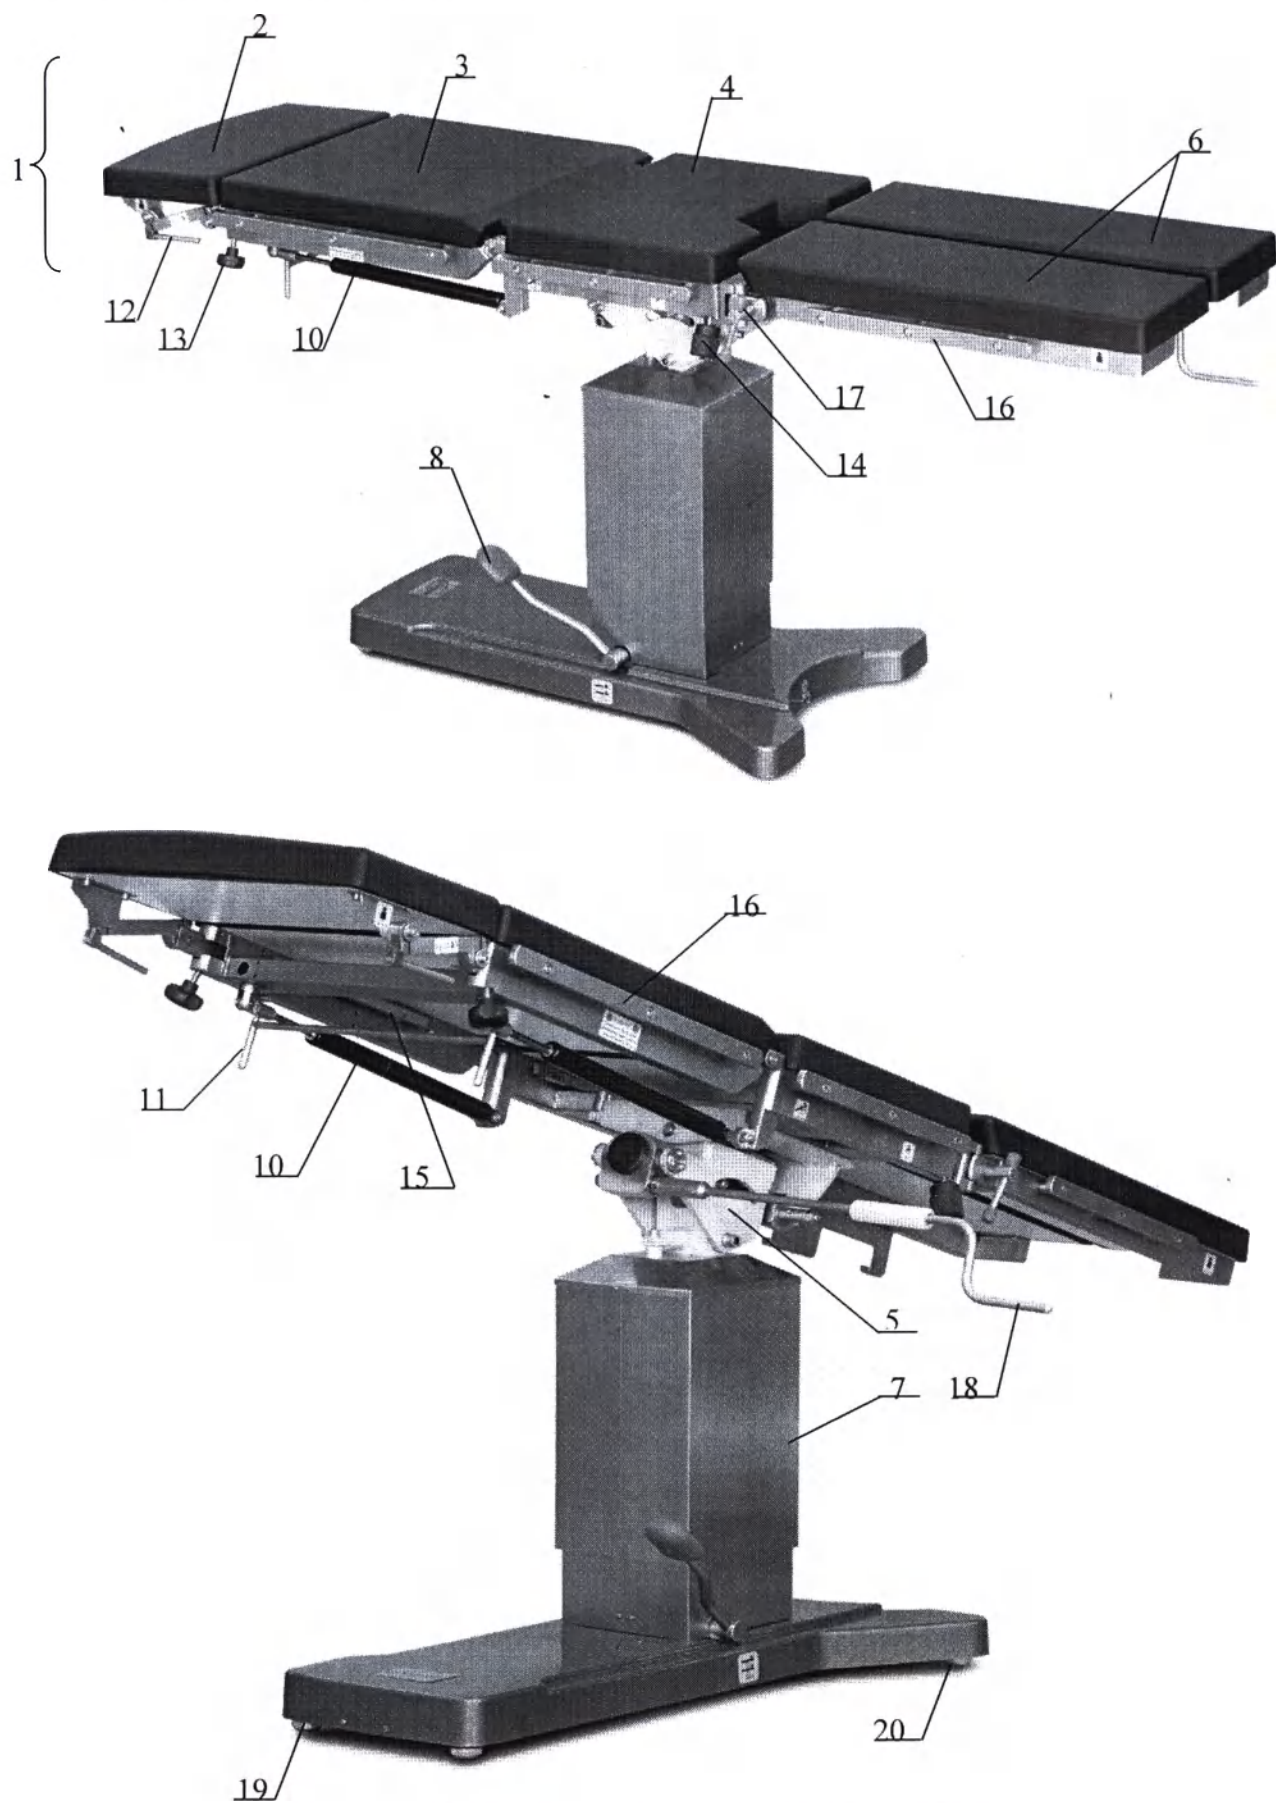

Рисунок 1. Стол общехирургический ОК-ГАММА.
В конструкции стола используются газовые пружины 10 (Рисунок 1). ЗАПРЕЩАЕТСЯ разбирать, нагревать и подвергать корпуса пружин механическим воздействиям (ударам).
ВНИМАНИЕ! Операционный стол имеет значительный вес. При переносе стола для уменьшения его веса снимите головную 1 и ножные секции 4 (Рисунок 1).
6.2 Панель стола состоит из секций: головной 2, спинной 3, центральной (тазобедренной) 4 и ножной 6 (Рисунок 1). Ножная секция состоит из двух частей -- правой и левой.
9.5 Для уменьшения веса стола, снимите все приспособления закрепленные на направляющих планках 16 (Рисунок 1). Снимите головную, ножные секции и матрасы стола.